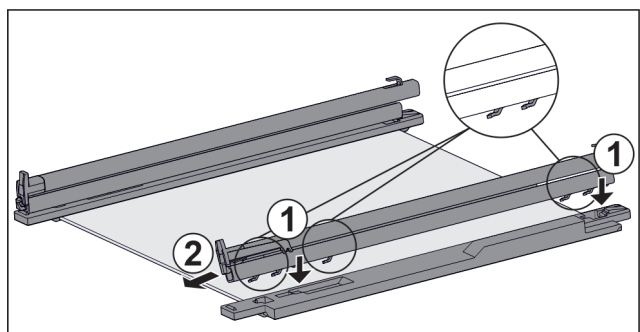

Fig. 125 Glassplate med skinner og holdedeler
- ▶ Sett kroken til skinnene på åpningen til **venstre** holdedel. Fig. 125 (1)
- ▶ Trekk skinne fremover. *Fig. 125 (2)*
- ▶ Sett kroken til skinnene på åpningen til **høyre** holdedel. *Fig. 125 (1)*